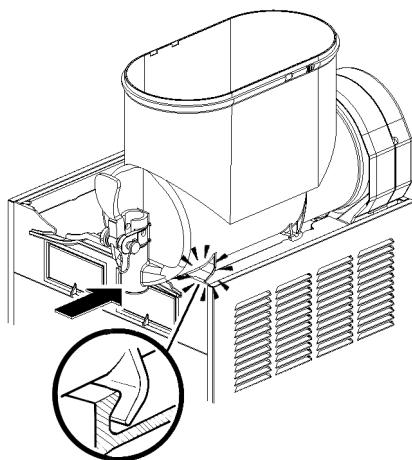

figura 16
- 7** Montar el contenedor y empujarlo hacia la pared posterior, controlando que calce completamente en la junta y, al mismo tiempo, que sus ganchos inferiores coincidan con las correspondientes salientes del plano de goteo (ver figura 16).